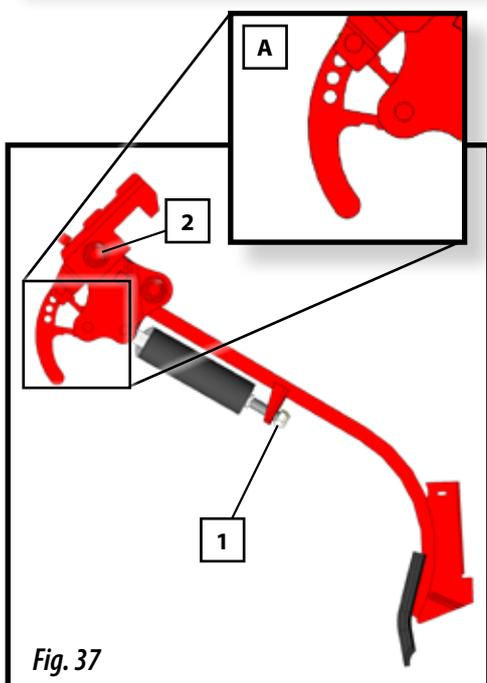

Fig. 37
- Brazos de siembra REGULABLES en altura (Fig. 37)
Para regular la presión que ejercerá el brazo sobre el terreno debe actuar sobre la tuerca del muelle (1, Fig. 37).
Estos brazos están sujetos al soporte mediante un tornillo estampado SOLÀ (2, Fig. 37) provisto de tuerca autoblocante, que al actuar sobre la misma se controla la holgura del brazo.
Estos brazos son regulables en 4 puntos de profundidad (A, Fig. 37), permitiendo bajar los brazos hasta 4 cm, para regular su altura:
- 1- Retirar el pasador de seguridad y el bulón (A, Fig. 37).